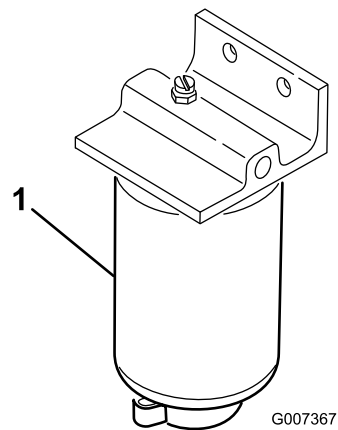

図 40
2. フィルタ容器(図 40)の周辺をウェスできれいにぬぐう。
4. フィルタのドレンプラグとブリーザバルブを開く 図 40。